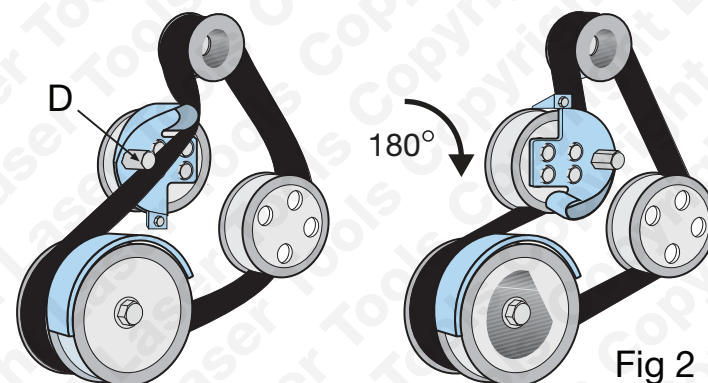
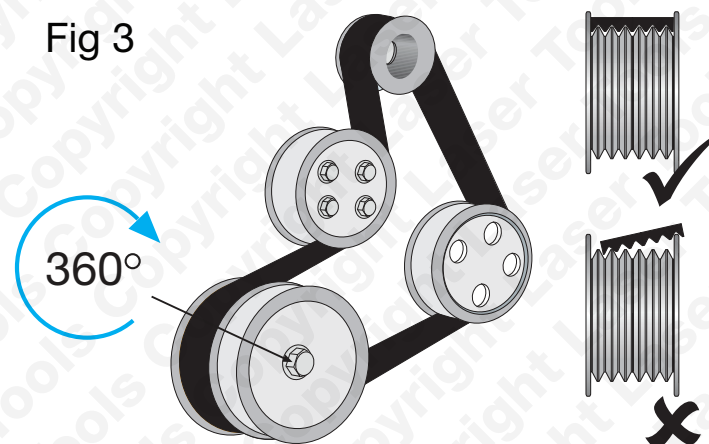

Fig 2
Fig 3
5. Fig. 2: Coloque la nueva correa de transmisión auxiliar sobre la herramienta de instalación (A) y las poleas restantes.
6. Con una llave de 17 mm adecuada o un accionador en la barra hexagonal (D), gire la herramienta de instalación (A) hacia la derecha unos 180° hasta que la correa quede colocada correctamente en todas las poleas (Fig. 2).
7. Afloje el soporte de fijación (C) y retire la herramienta de instalación (A). Retire la herramienta de guía de la correa de transmisión (B). Es posible que sea necesario girar el cigüeñal para poder liberar la herramienta de guía de la correa de transmisión.
8. Fig. 3: Gire el motor al menos 360° y observe si la nueva correa auxiliar queda colocada correctamente en todas las poleas.